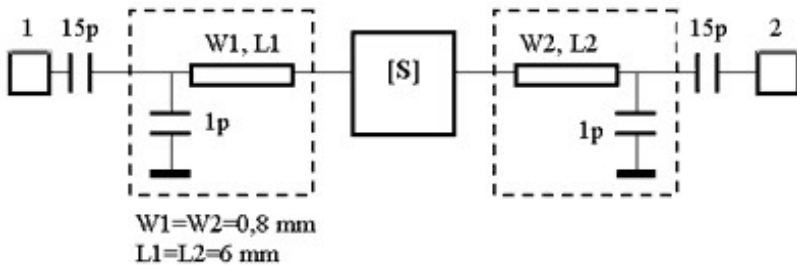

Рис. 8. Проектируемая схема
3.2. Размещаем элементы в схеме (рис. 8).
- устанавливаем указанные на рис. 8 длину и ширину отрезков полосковой линии.